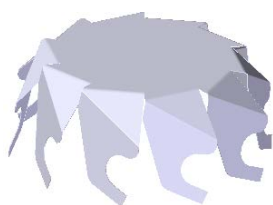
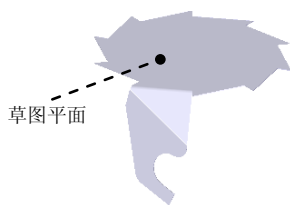

图 8.3.25 阵列特征 2
图 8.3.26 定义草图平面
(3) 定义倒角属性。在“倒角”命令条中单击  按钮，在 **折线** 文本框中输入值 1.2，单击鼠标右键（两次）。
(4) 单击  按钮，完成特征的创建。
Step9. 创建图 8.3.25 所示的阵列特征 2。
(1) 选取要阵列的特征。选取 Step5 至 Step8 所创建的特征为阵列特征。
(2) 选择命令。单击“主页”功能选项卡“阵列”工具栏中的  阵列 按钮。
(3) 定义要阵列草图平面。选取图 8.3.26 所示的模型表面为阵列草图平面。